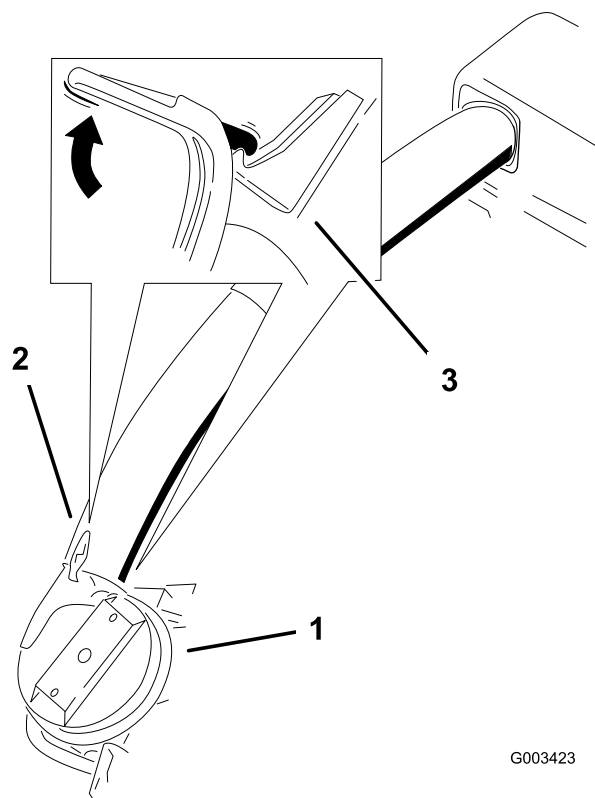

Figura 17
8. Deslice el tubo inferior sobre la bota y conéctelos con el cierre (Figura 17).